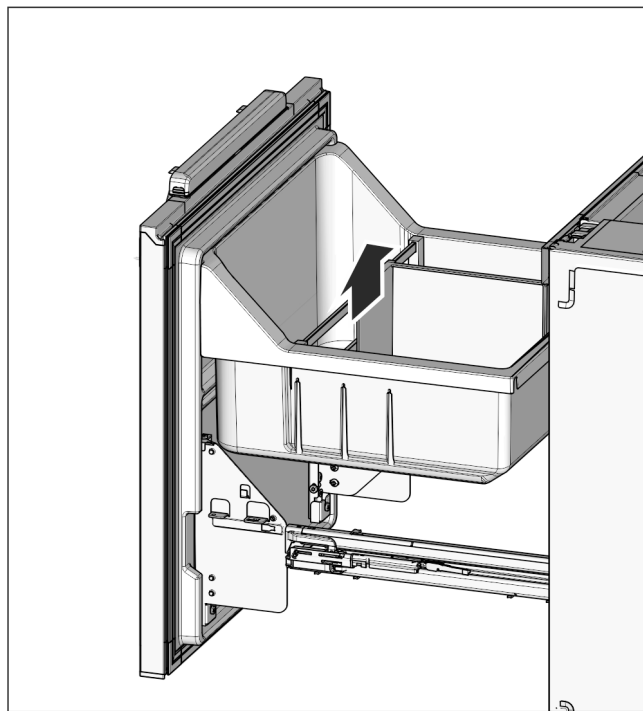

Fig. 25
- ▶ Vsaďte znovu držák na lahve Fig. 25 (32) a vytahovací vanu Fig. 25 (31).